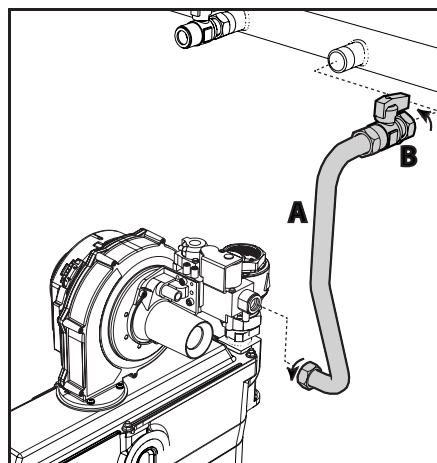

Рис. 66
5. Ослабьте хомуты и отсоедините газовую трубку «A» вместе с вентилем «B» (рис. 66).